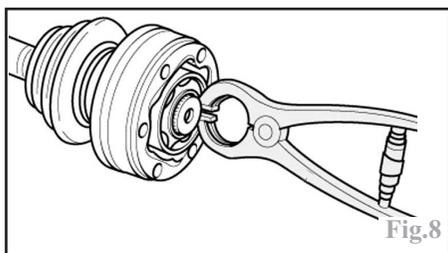

Fig.8
-le circlip à l'intérieur du joint, à l'aide d'une pince appropriée (outil VAG 161a) (Fig.8).
Monter un circlip neuf en bout de l'arbre (Fig.8).